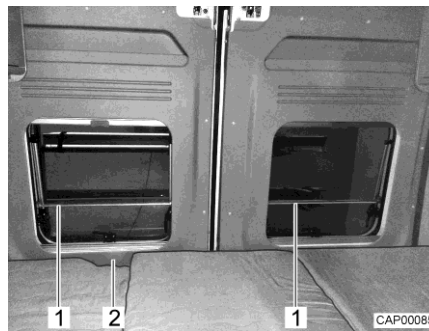

Fig. 45 Protection antichute (lit arrière longitudinal)
- ▷ Les fenêtres des portes arrière sont dotées d'une protection antichute (Fig. 45,1). La porte arrière peut être ouverte de l'intérieur au moyen de la poignée (Fig. 45,2).